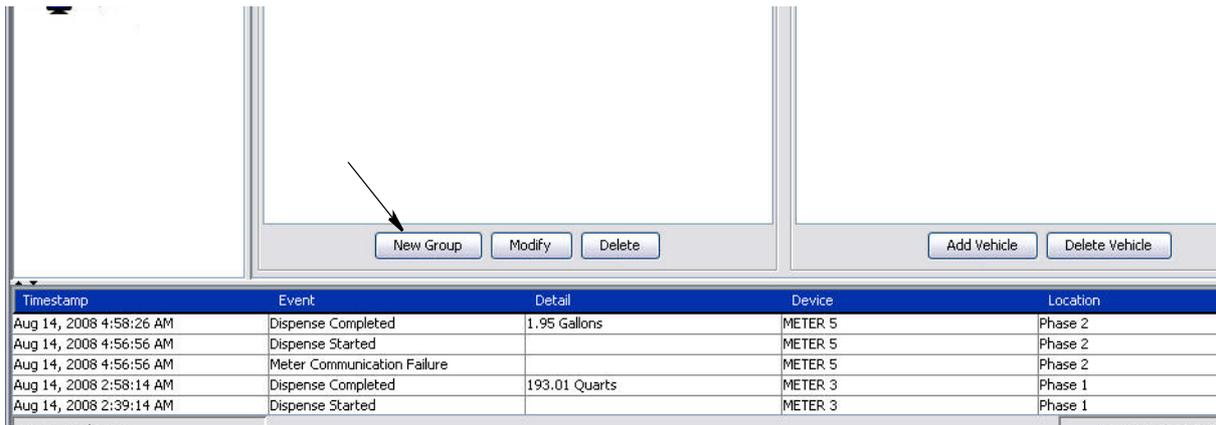

FIG. 151
2. Per creare un nuovo gruppo di veicoli, fare clic sul pulsante New Group (Nuovo gruppo) (FIG. 151).